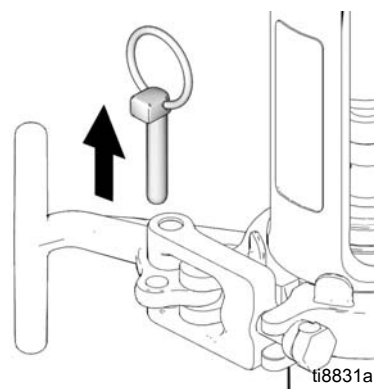

FIG. 17
7. (Fig. 17) Demontați știftul.